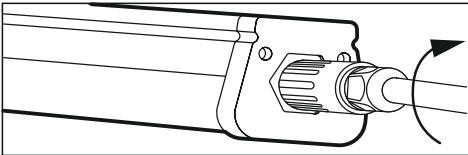

Рис. 4
- 5.15 Соедините быстросъемный разъем и надежно закрутите его, чтобы добиться герметичности (рис.4).